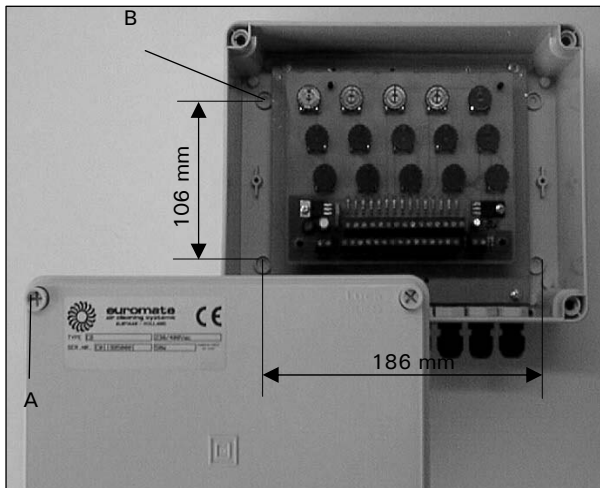

fig. 3
- Draai de bevestigingsschroeven (A) los en verwijder de afdekkap (zie fig. 3).
- Bevestig de behuizing met behulp van vier schroeven tegen de muur. In de behuizing zijn hiertoe montagegaten (B) aangebracht (zie fig. 3).